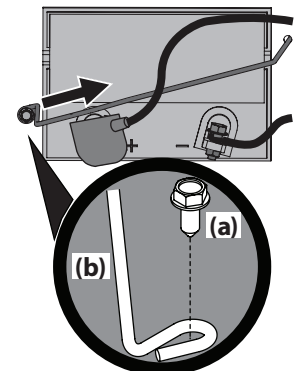

Figure 18
- Retirez le boulon hexagonal (a) qui fixe la tige de retenue de la batterie (b) au châssis. Faites pivoter la tige de retenue de la batterie (b) vers le haut et retirez la batterie. Voir Figure 18.